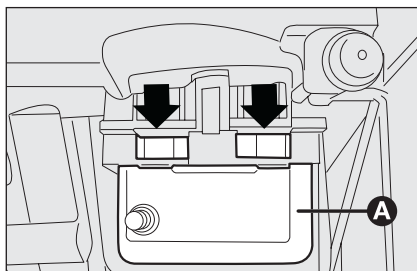

fig. 37
- agire nei punti indicati dalle frecce e rimuovere la plafoniera **A-fig. 37**;
- reinsertare la plafoniera **A-fig. 37** nel proprio alloggiamento accertandosi dell'avvenuto bloccaggio.